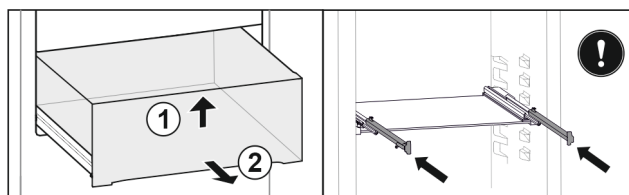

Fig. 27*
- ▶ Unieść szufladę z przodu Fig. 27 (1)*
- ▶ Wyjąć do przodu Fig. 27 (2)*